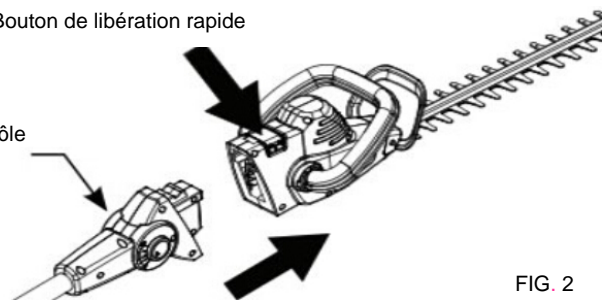

FIG. 2
2. Insérez le manche télescopique dans la tête de coupe du taille-haie. (Fig. 2) Appuyez sur le bouton de libération rapide en position verrouillée.